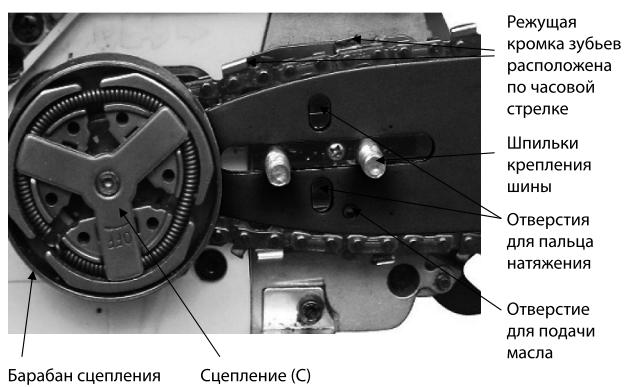

Рис.4
- Установите шину на шпильки как показано на Рис.4.
- Поместите цепь на зубья цепного колеса (B),расположенного позади сцепления (C). Удостоверьтесь в правильном положении цепи на звездочке.(рис. 4). Установите цепь на шине таким образом , чтобы зубья цепи своими режущими кромками были расположены вперед по ходу движения цепи, т.е. по часовой стрелке.
Барабан сцепления (В рис.4) мгновенно блокируется и цепь останавливается.
- Чистоту отверстия смазочного канала нашине (Рис.4) При необходимости почистить.